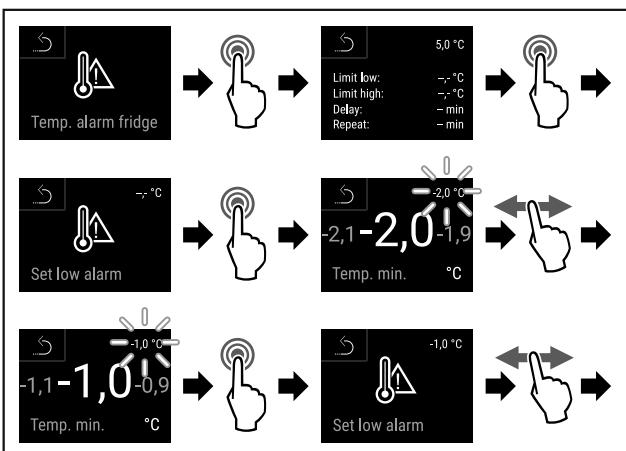

Fig. 140
- Seguir los pasos de procedimiento (consulte Fig. 140) .